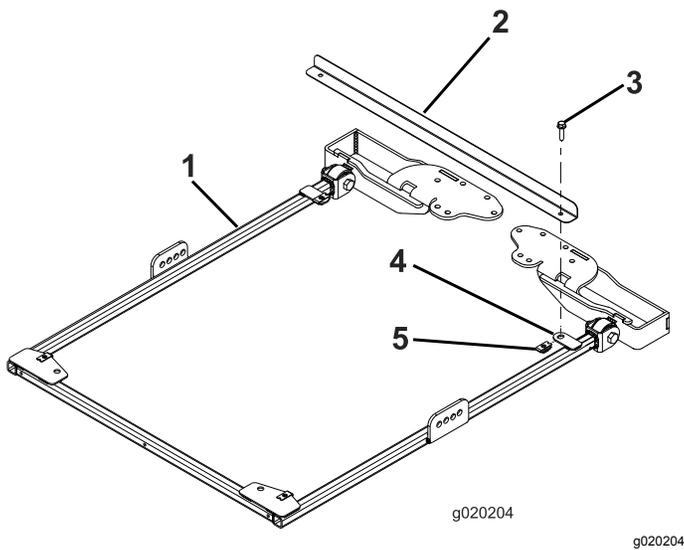

Bild 17
1. Zum richtigen Ausfluchten des Rahmens befestigen Sie die Rahmenausfluchtungsstange mit zwei Bundkopfschrauben ($5/16$ " x $1\frac{1}{4}$ ") an den Befestigungsnasen hinten am Sonnendachrahmen, wie in Bild 17 abgebildet.